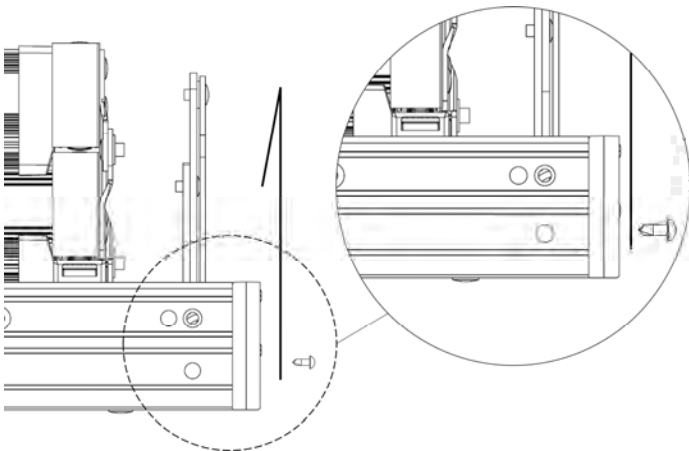
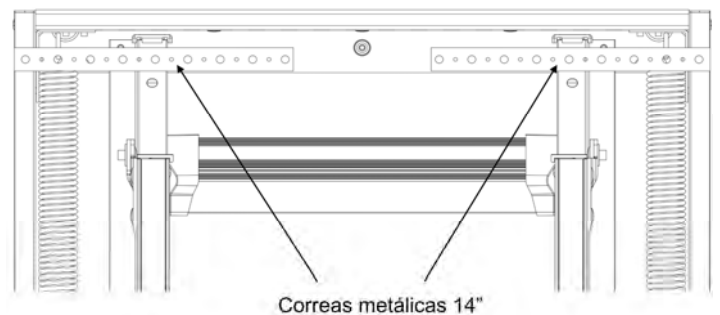
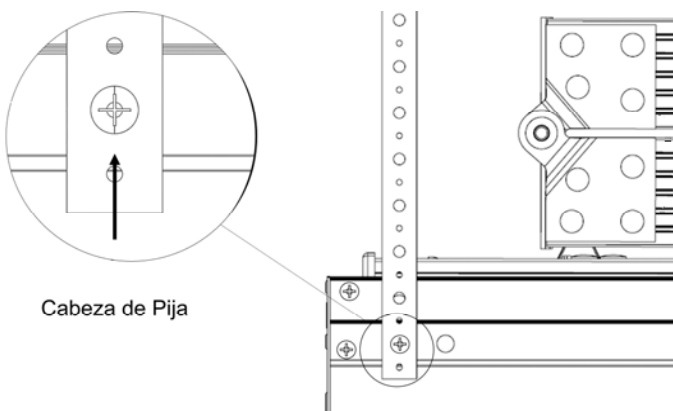

FIGURA 4 : INSTALACIÓN DE CORREA METÁLICA
FIGURA 6: POSICIÓN DE LA CORREA METÁLICA
FIGURA 5: POSICIÓN DE LA CORREA METÁLICA
C. Desdoble con cuidado las correas de metal de 14", estas pueden tener bordes afilados. Coloque una pija Phillips #10 3/8" a través del orificio inferior de 1/4" de diámetro (orificio grande) de la correa metálica. Posicione una correa de metal contra el costado del marco de aluminio en el orificio pretaladrado, como se muestra en la **Figura 4** y **Figura 5**. NO permita que las correas de metal se extiendan por debajo del marco de aluminio. Ver **Figura 7**. Sostenga la correa de metal con firmeza para evitar que gire mientras atornilla la pija en el marco de aluminio.
E. Coloque ambas correas metálicas de manera vertical como se muestra en la **Figura 5**. Doble ambas correas hacia adentro sobre la sección de la escalera de manera que no estorbe. Ver **Figura 6**.